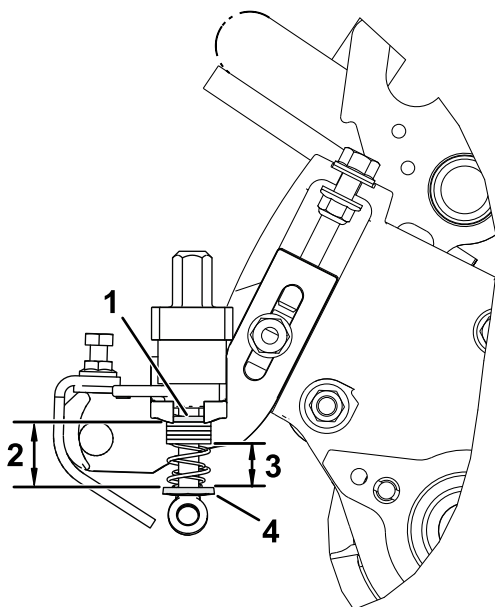

Figure 20
- Mesurez la distance entre les rondelles (longueur actuelle du ressort), comme montré à la Figure 20.